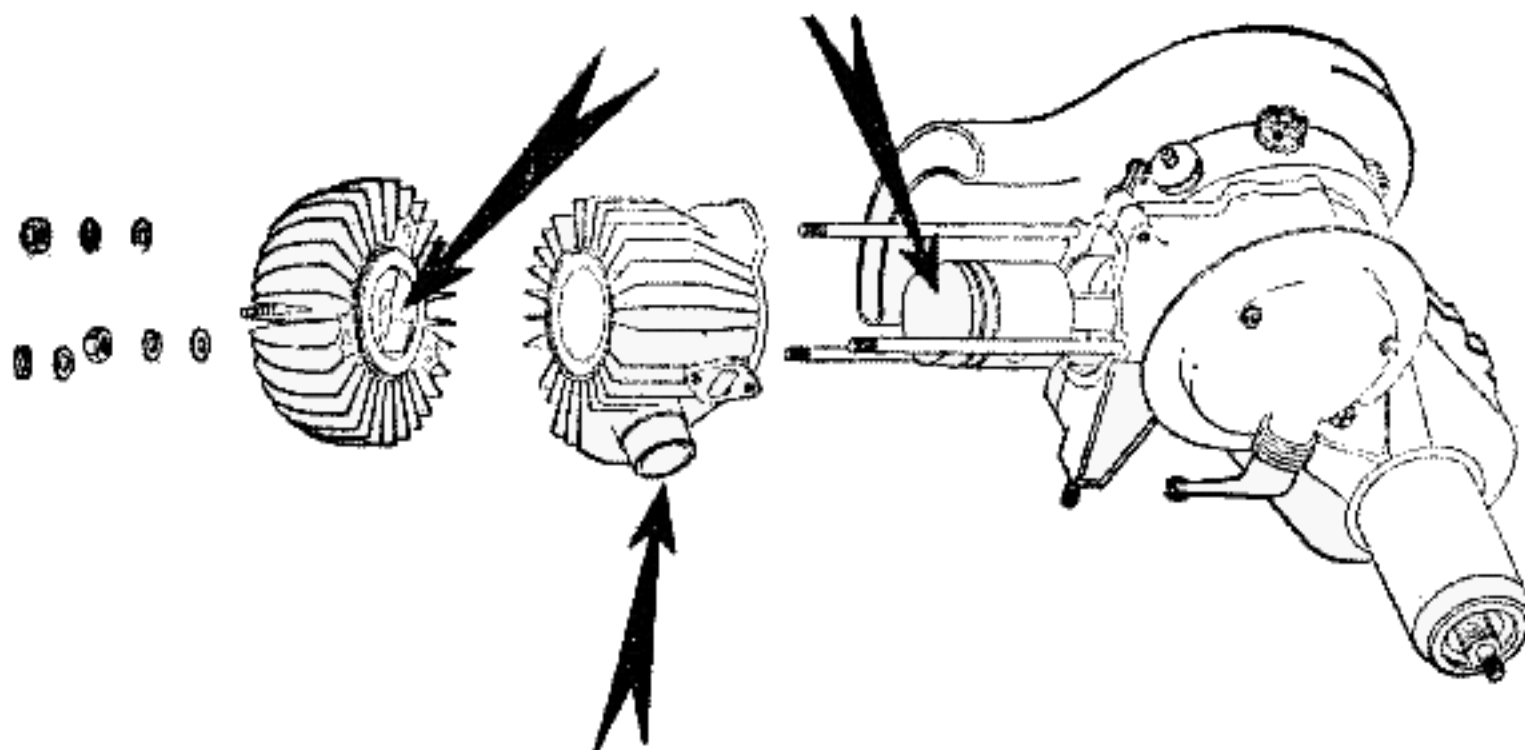

Fig. 14
**Ogni 6000 km. :** togliere le incrostazioni sulla testa; sulle luci del cilindro e sullo stantuffo. Questa operazione può farsi smontando il tubo di scarico, la testa del cilindro ed il cilindro. Fare attenzione che residui carboniosi non vadano nell'interno del motore. Questa verifica farla eseguire dall'agente di vendita. Ricordarsi di montare una guarnizione nuova fra cilindro e testa (vedi fig. 14).